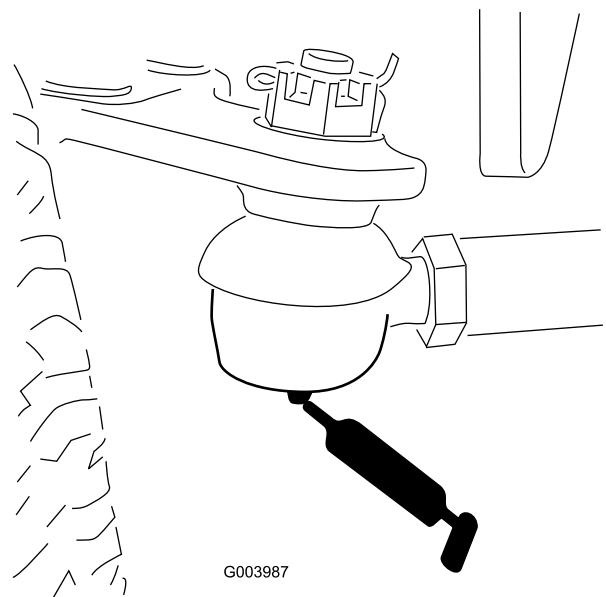

Figure 50
- Bielle de essieu arrière (2) (Figure 50).